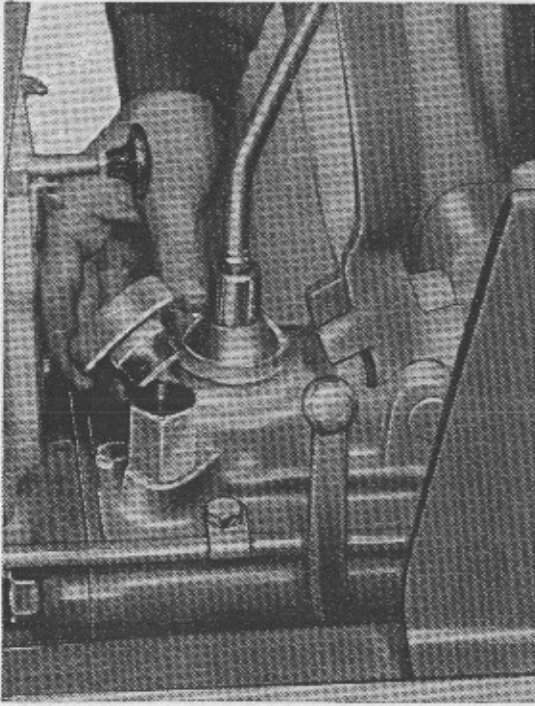

Fig. 64
- 3) **Carter cambio** - Scaricare l'olio dai tappi inferiori e rifornire dal bocchettone (fig. 64) con olio nuovo del tipo prescritto nella tabella dei « RIFORNIMENTI ».